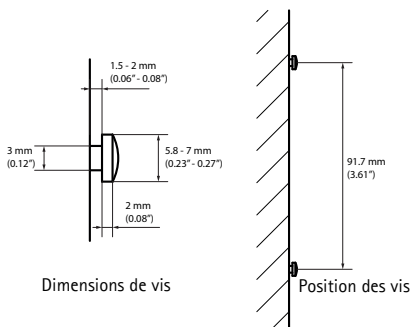

Figure 1.
1. Posez deux vis (non incluses) au mur ou sur l'étagère comme indiqué sur la figure 1.